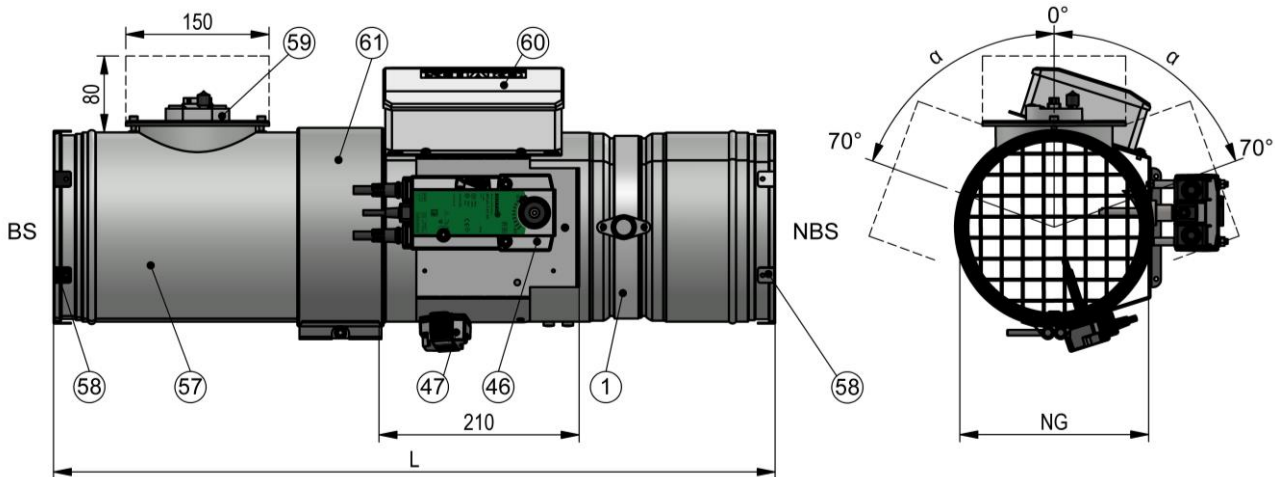
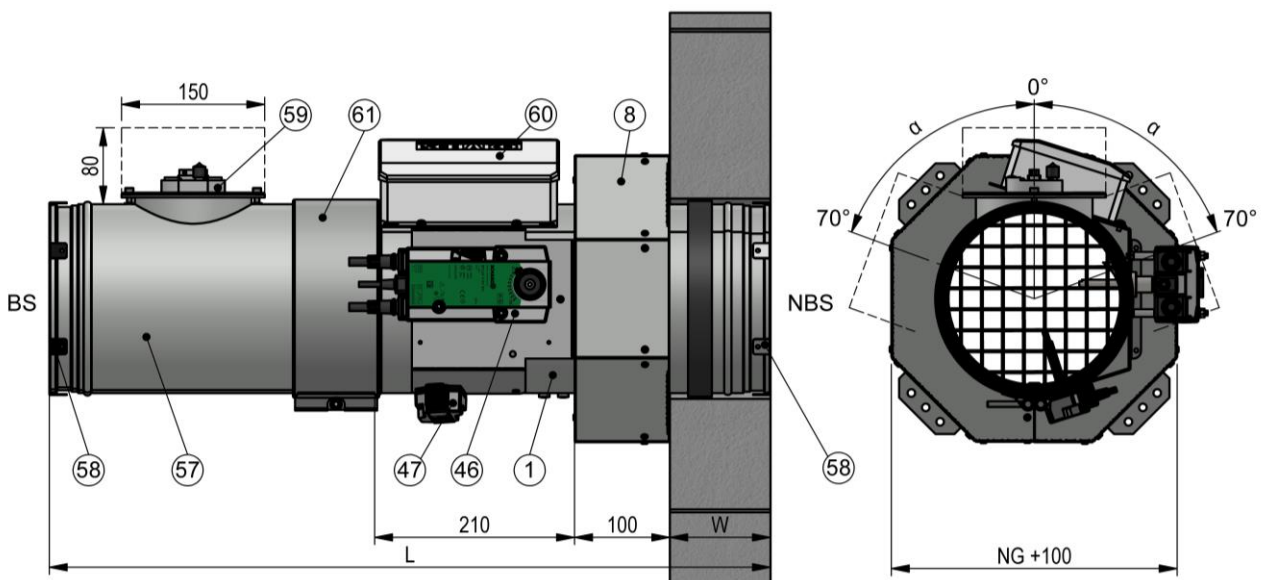

Abbildung 106: BKRUE
Abbildung 107: BKRUE mit Anbaurahmen AR
Bei beengten Einbausituationen (in Deckennähe, bei Verwendung des Einbausatzes Typ GDL, usw.) kann das REBT inkl. Rauchmelder RMSII-L bis 70° in beide Richtungen verdreht werden (siehe Abbildung 106 bzw. Abbildung 107). Darüber hinaus gehend kann das Relaismodul RM demontiert, an die angrenzende Wand oder Decke neu positioniert und montiert werden.
- 59 Rauchmelder RMSII-L (Standardmäßige Positionierung in der angegebenen Position 0° (siehe Abbildung 106 bzw. Abbildung 107) auf der Bedienseite. Für eine mögliche Montage im unmittelbaren Deckenbereich, ist das RMSII-L durch bauseitiges Verdrehen des REBT im angegebenen Bereich (siehe Abbildung 106 bzw. Abbildung 107, bis 70° in beide Richtungen) positionierbar. Das Verbindungskabel mit Schutzummantelung zwischen Rauchmelder RMSII-L und Relaismodul RM ist steckbar.